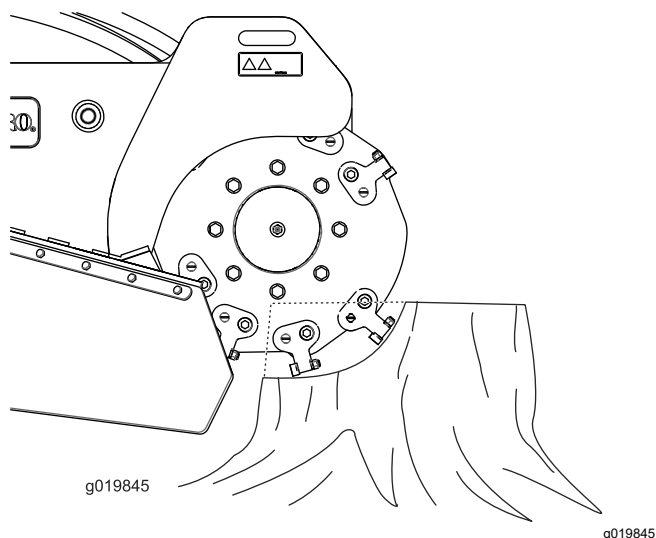

Figure 19
2. Utilisez le levier de commande et la commande de déplacement pour positionner la rogneuse d'un côté à l'avant de la souche, à peu près à 2,5 cm sous de la surface (Figure 19).
4. Utilisez le levier de commande pour passer la rogneuse lentement sur la souche, et enlever une largeur de copeaux (Figure 19).